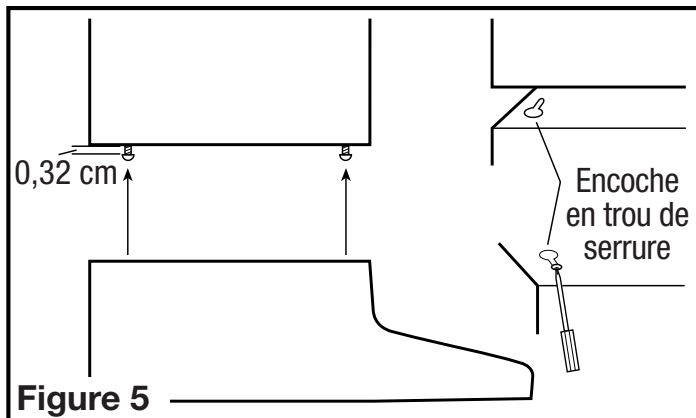

Figure 5
- Vissez les 4 vis de montage aux endroits préalablement marqués. Laissez un jeu d'environ 0,32 cm. Faites glisser les vis dans les encoches en trou de serrure de la hotte, en prenant soin d'aligner la partie avant de la hotte avec le rebord des armoires. Ensuite, serrez fermement toutes les vis (**Figure 5**).